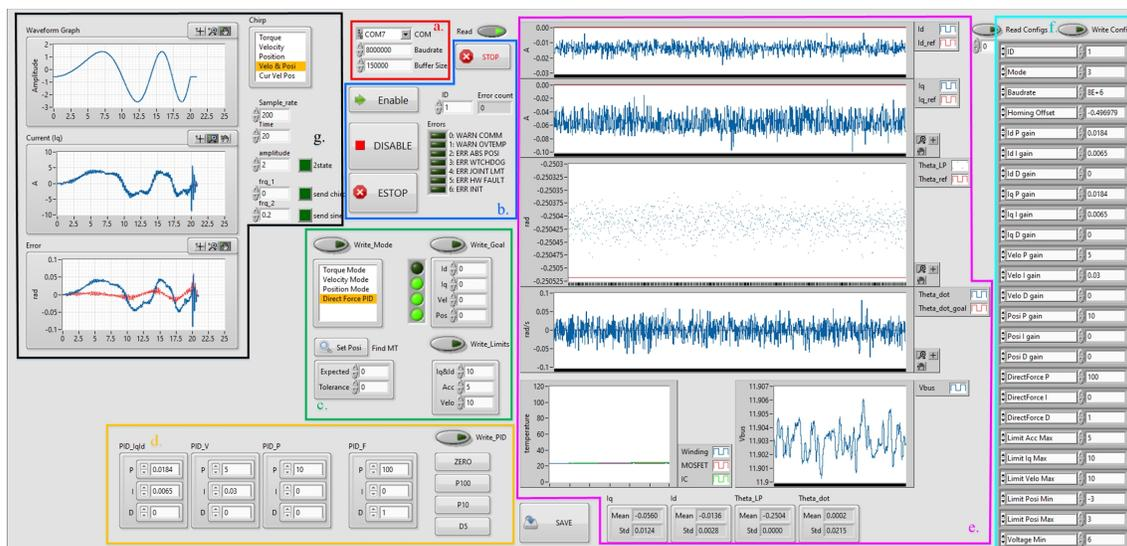

图 18: Data_Ctrl VI 的人机界面。
5) 调校界面: Data_Ctrl 当使用 LabVIEW 调校和调试您的 BEAR 时,SDK 包中的 Data_Ctrl VI 是一款非常好用的工具, 其人机界面如图18所示。接下来将分区域介绍 Data_Ctrl。